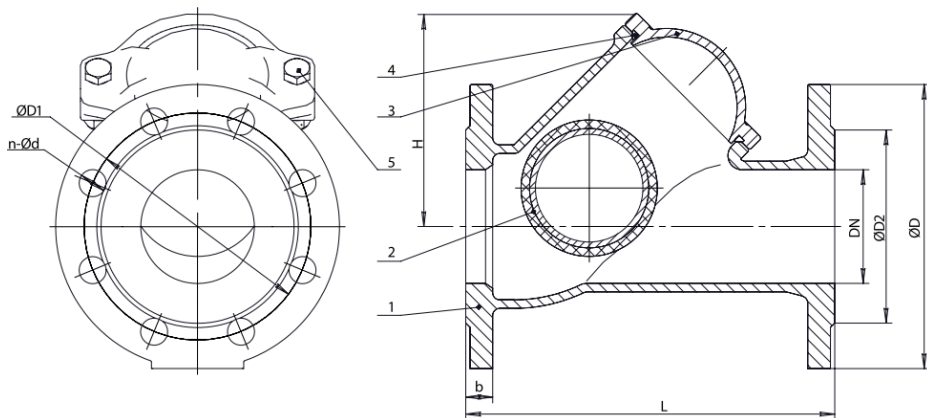

Рис. 1
1.3.1. Основные элементы конструкции клапана приведены в табл.1, на рис.1.
1.3.2. Под действием прямого потока рабочей среды шар (2) перемещается под крышку корпуса (3) и открывает клапан. При отсутствии прямого потока рабочей среды, под действием собственного веса, шар опускается и перекрывает обратный поток среды (рис.1).